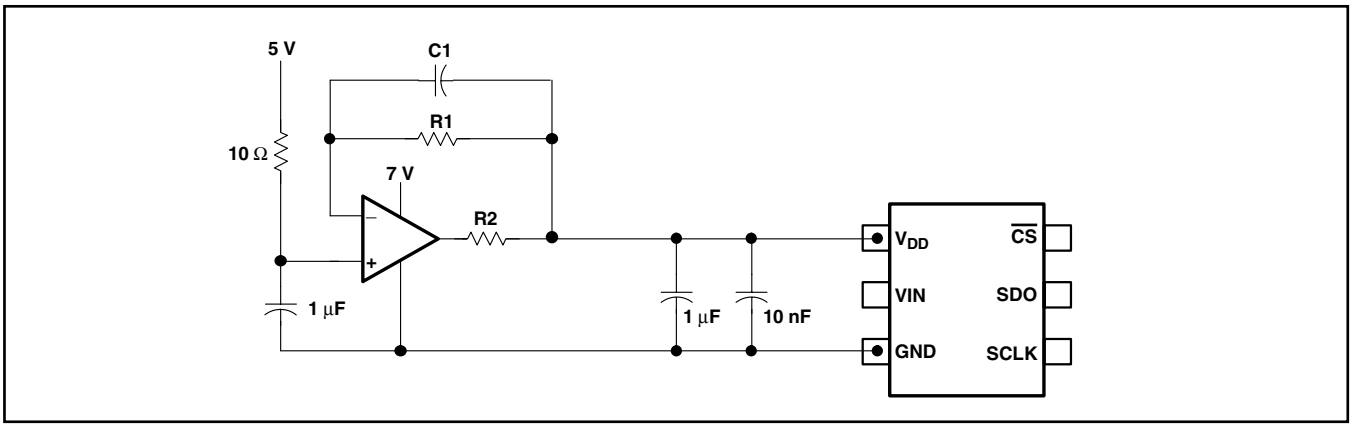

図 46. OPA735でのバッファリング
- システム電源のノイズが多い場合には、ゼロドリフトのOPA735のようなバッファによるローパス・フィルタ付きのシステム電源を使用できます。コンバータの損傷を防止するため、V_{DD}入力での電圧が7Vを超えないように(特にパワーアップ時に)注意する必要があります。これは、OPA735など、単電源のCMOSアンプを使用すれば容易です。図46に、アプリケーション回路例を示します。